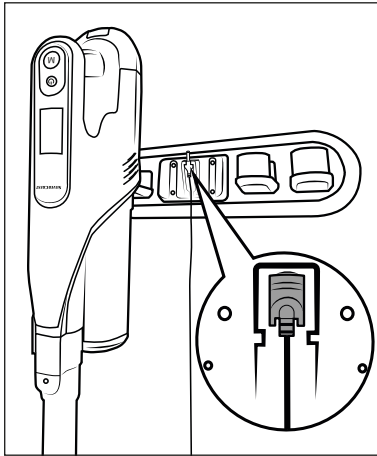

Fig. 6
- ◆ Insérez l'aspirateur par le haut dans le support mural **18**, afin que la fiche creuse **11** glisse dans la prise de recharge **3** en dessous de l'appareil. L'indicateur de batterie **28** se met à clignoter et la recharge débute (voir fig. 6 et 7).